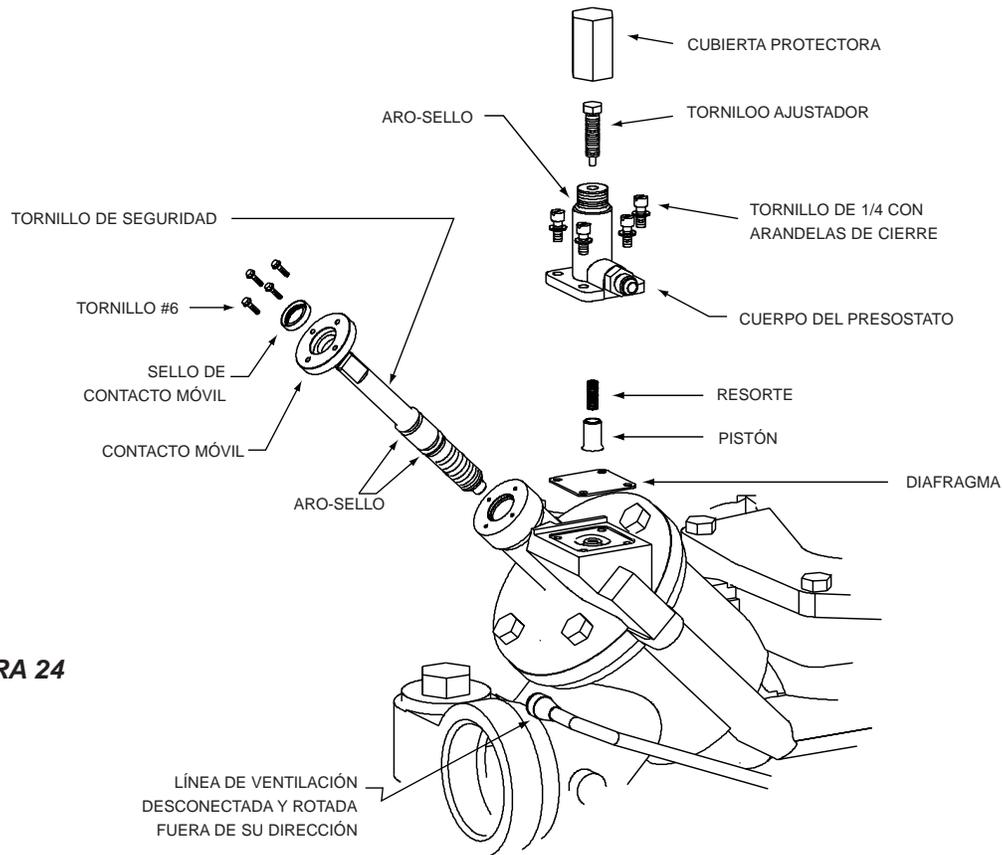

FIGURA 24
REPARACIÓN DE LOS SELLOS Y TORNILLO DE SEGURIDAD DE LA VÁLVULA DE RETENCIÓN. REFIÉRASE A LA FIGURA 24.
- c. Use una pieza plana de metal de por lo menos 1/2 pulgada más larga que la OD del contacto móvil, cuidadosamente atornille el contacto móvil nuevo en la cubierta del contacto móvil orientando el contacto móvil como se muestra en la Figura 24.